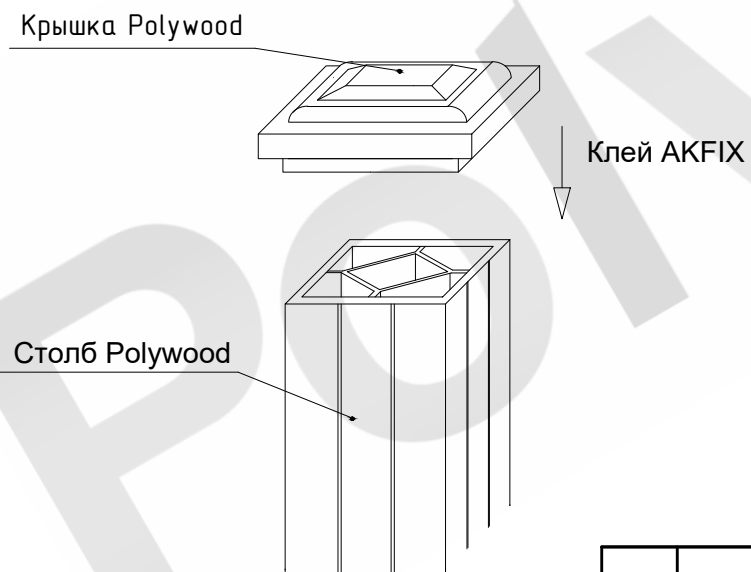

Рис. 5 Установки крышки
- По завершению установки балясин, установить крышки для столбов Polywood, при помощи клея АКФИХ. (Рис. 5)